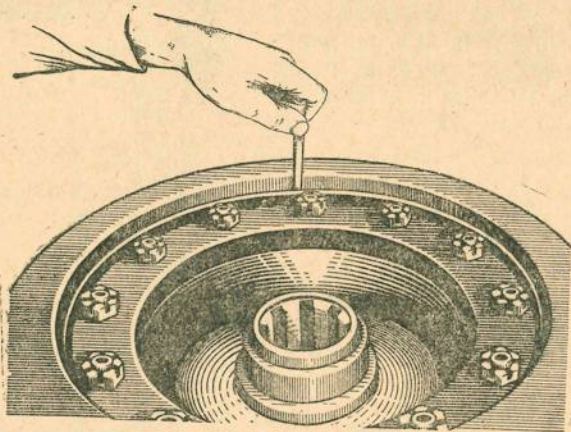

Рис. 94. Проверка зазора между стенкой внутреннего барабана и кулачком диска выключения
8. Установить диск выключения 4 на пальцах опорного диска так, чтобы зазор между стенкой внутреннего барабана и четырьмя кулачками диска выключения был одинаковый. Зазор может колебаться от 0,12 до 0,28 мм. Зазор проверять щупом (рис. 94).